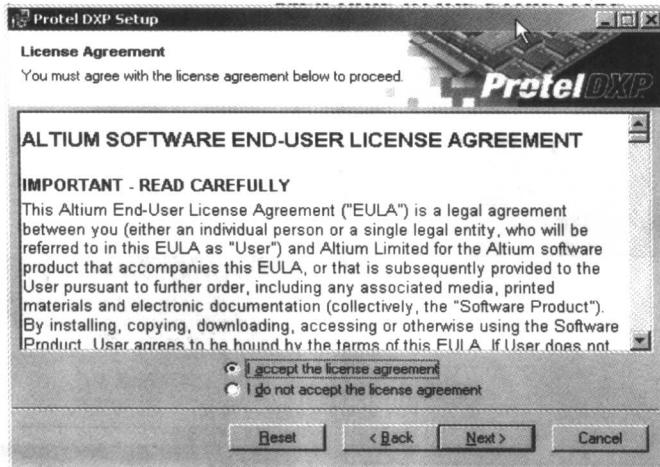

图 1-4 用户注册协议许可对话框
(2) 单击【Next】按钮，弹出如图 1-4 所示的用户注册协议许可对话框。在该对话框中，只有同意 Altium 公司提出的使用协议，选中【I accept the license agreement】单选项后